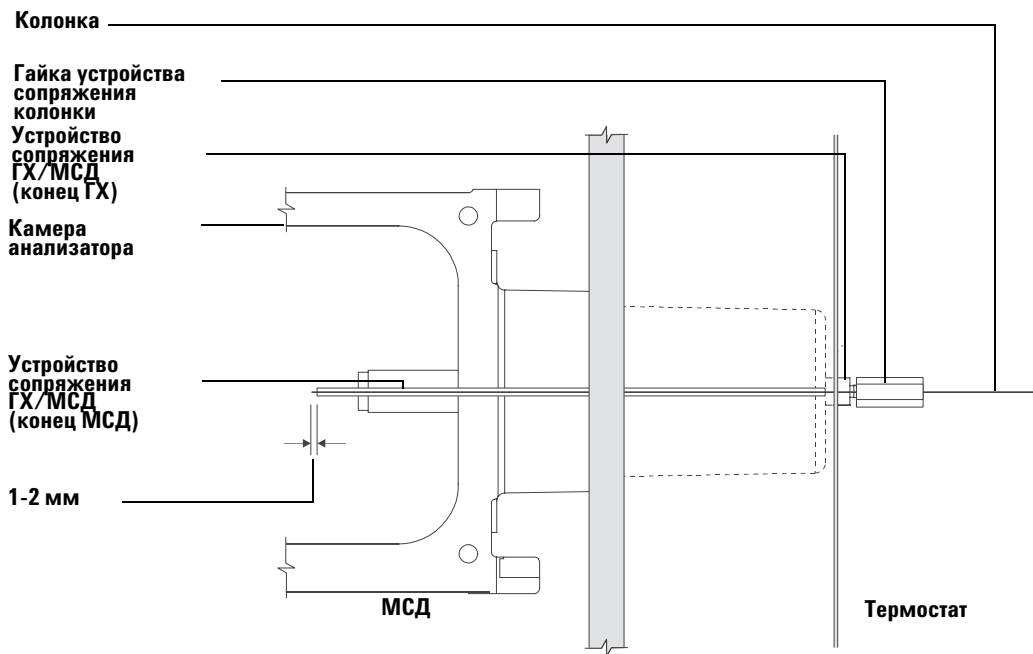

Рис. 11 Соединение колонки МСД-ГХ
- 10 Отрегулируйте колонку так, чтобы она выступала на 1-2 мм от конца устройства сопряжения ГХ/МСД, и вручную затяните гайку. См. **Рис. 11**.